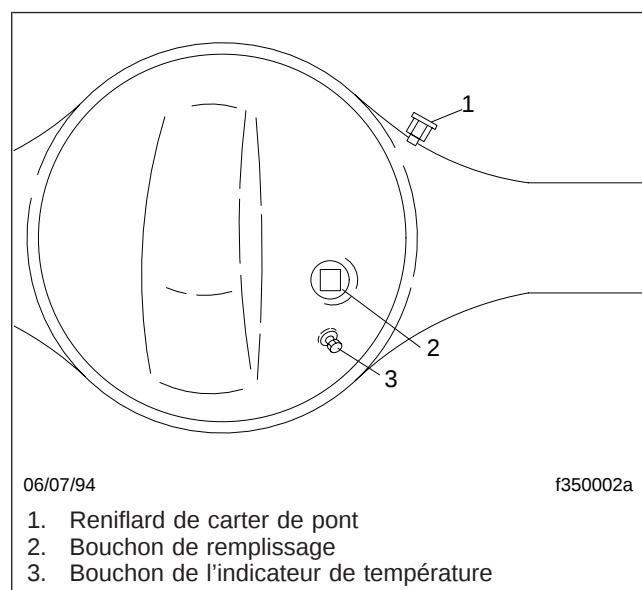

Fig. 8, Reniflard de carter de pont Dana Spicer
3. Nettoyez le bouchon de remplissage et la zone l'entourant; voir la figure 8. Retirez le bouchon de l'orifice de remplissage (ou la colonne d'alimentation si installée dans l'orifice de remplissage).
6. Vérifiez le reniflard du carter de pont. Assurez-vous qu'il n'est pas obstrué et qu'il ne présente aucune trace de corrosion; voir la figure 8. Si le reniflard est bouché ou endommagé, nettoyez-le ou remplacez-le.